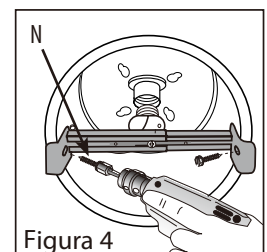

Figura 4
5. Fije la barra deslizante a la caja empotrada usando los dos tornillos autoperforantes de 1 pulg. (25mm) de largo (N) incluidos. Usando un taladro y una punta hexagonal de 1/4 pulg. (6,4 mm), haga que ambos tornillos pasen a través de ambos lados del brazo de fijación hacia los laterales de la caja empotrada (Figura 4).